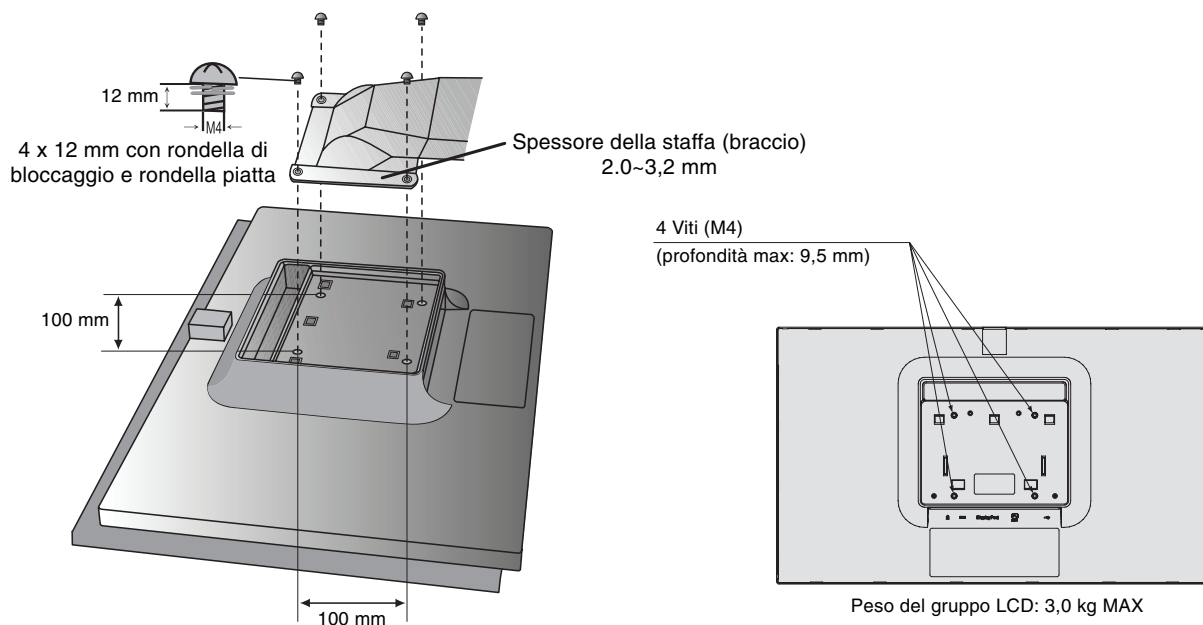

Figura F.1
2. Utilizzare le 4 viti per fissare il braccio al monitor (**Figura F.1**).